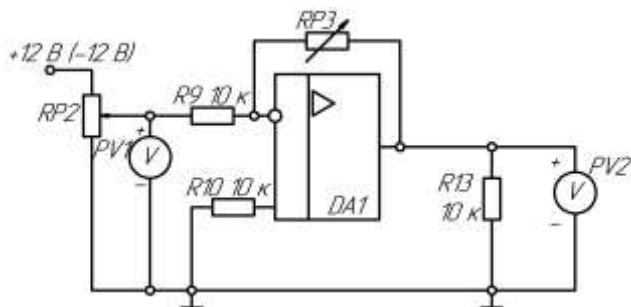

Рисунок 25 – Схема инвертирующего усилителя
1) Собрать схему согласно рис.25; установить заданное значение $RP3=20K$;